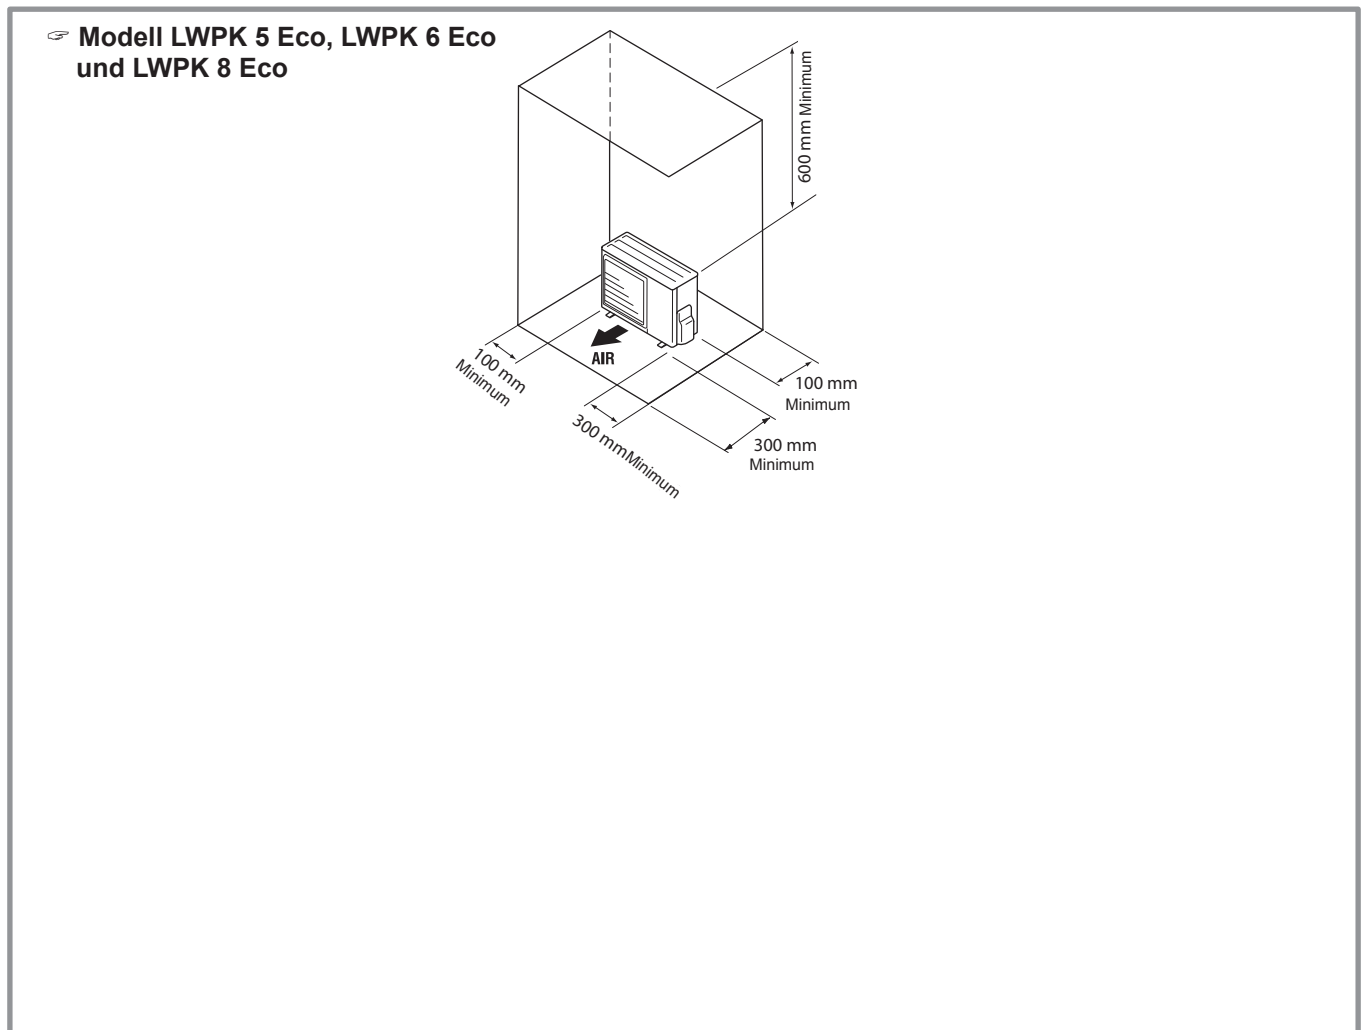

Abbildung 11 - Installationsmindestfreiräume um die Außeneinheit
- ☞ **Die Außeneinheit darf nur im Freien installiert werden. Wenn ein Unterstand erforderlich ist, muss er große Öffnungen auf allen 4 Seiten besitzen und die Installationsfreiräume gestatten (**Abbildung 11**).**
- Die Einheit muss für Installations- und spätere Wartungsarbeiten perfekt zugänglich sein (**Abbildung 11**).
- Die Luftzirkulation durch den Verdampfer und am Ventilatorausgang darf durch nichts behindert werden (**Abbildung 11**).